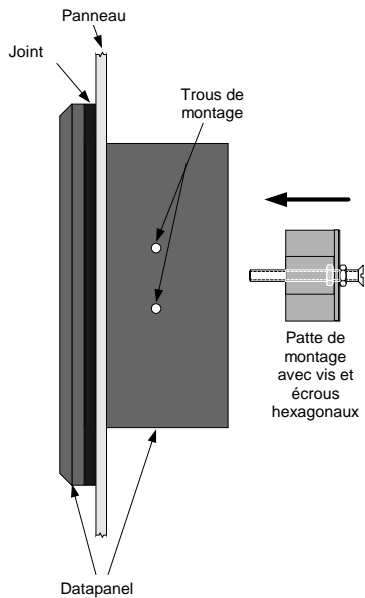

Figure 2-2. Montage du Datapanel, vue de côté
4. Insérer le Datapanel dans l'ajourage par l'avant du panneau, comme indiqué dans la Figure 2-2.